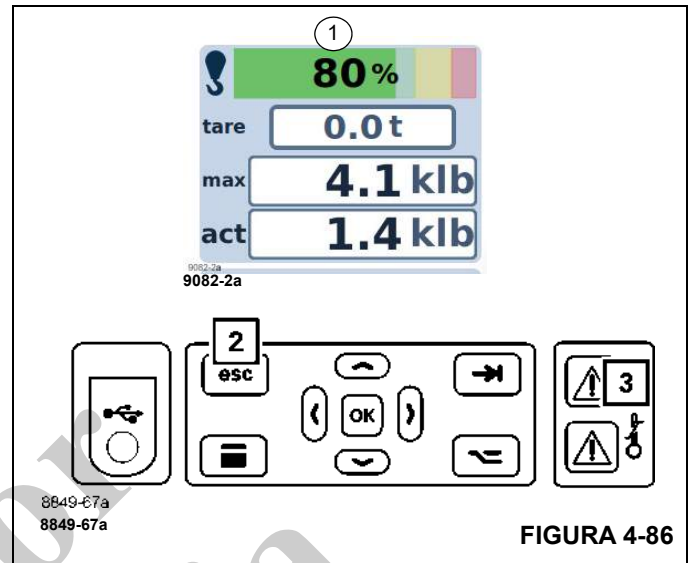

FIGURA 4-86
- Suena un tono intermitente del zumbador. Después de cinco segundos, puede apagar el tono del zumbador utilizando el botón (2) (Figura 4-86).
- La luz (3), (Figura 4-86), se ilumina.
- La pantalla (1), (Figura 4-86), muestra el grado de utilización actual; por ejemplo, 80 % de la barra es de color verde.